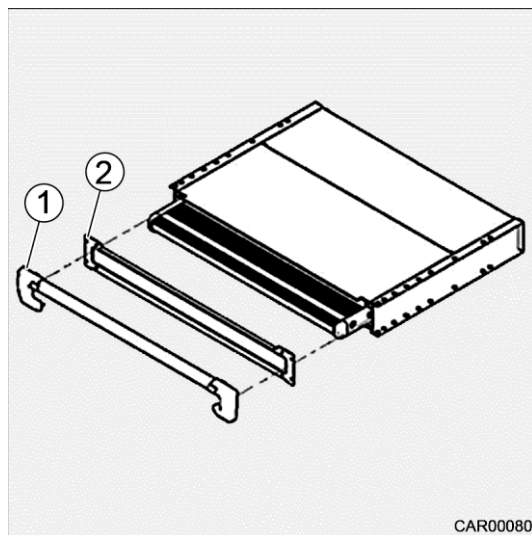

Fig. 9 Déverrouillage de secours
1. Enlever les recouvrements en plastique (Fig. 9/1) et dévisser la plaque frontale (Fig. 9/2).